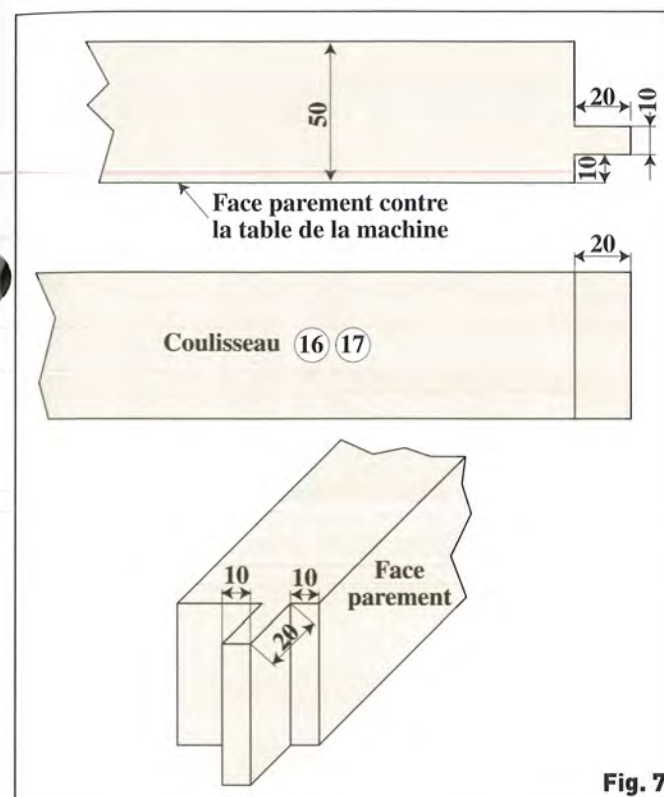
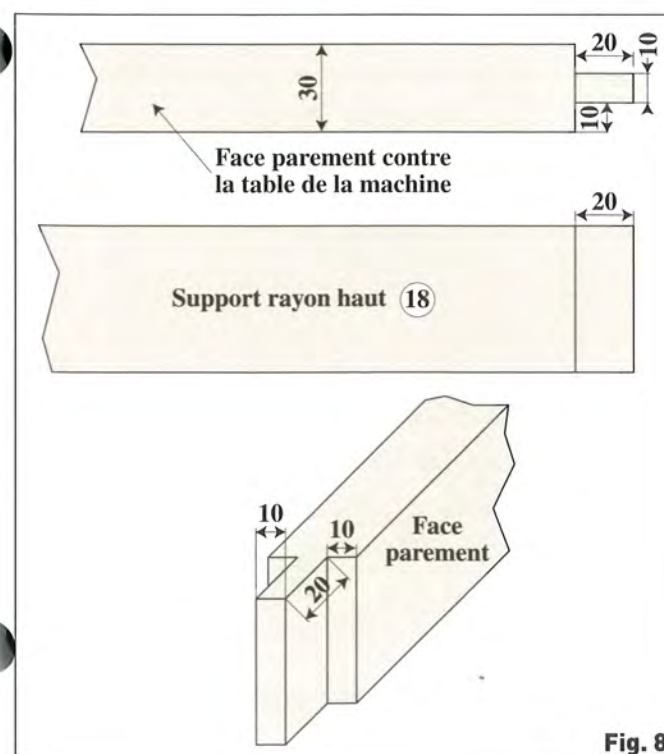

Fig. 7
Fig. 8
Modifiez à nouveau votre calage pour usiner les coulisseaux (16) et (17), dont les tenons ont une longueur de 20 mm (Fig. 7), ainsi que les supports (18) (Fig. 8). La hauteur d'arasement est toujours de 10 mm. La longueur des traverses hors tenons est de 480 mm pour les pièces (16), 536 mm pour les (17) et 480 mm pour les pièces (18).